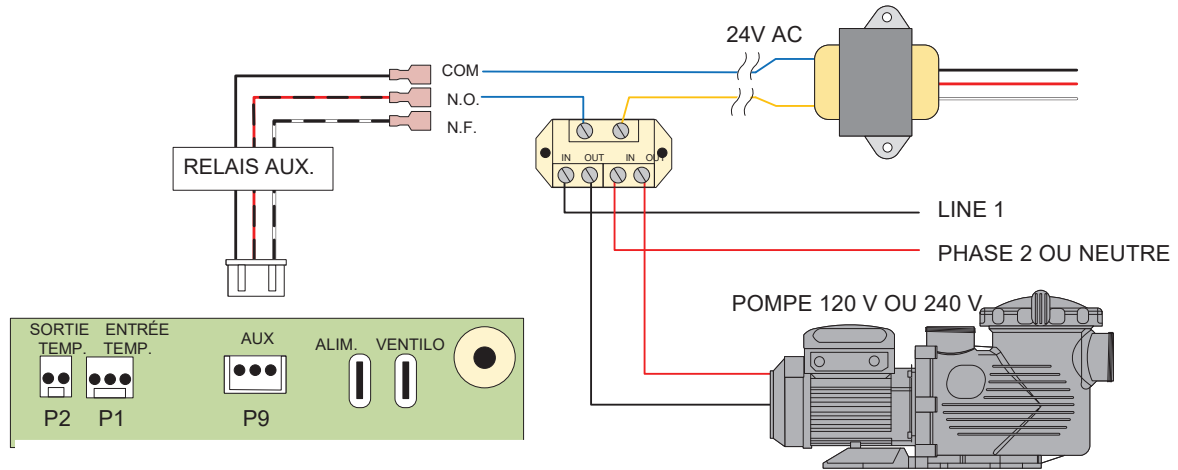

Figure 147. Application haute puissance avec relais SPDT (non fourni)
- La charge au relais P9 doit être inférieure à 3 A. Pour une charge supérieure à 3 A, utilisez le signal de sortie du relais auxiliaire P9 pour commander un contacteur de puissance supérieure (non fourni), voir Figure 147.